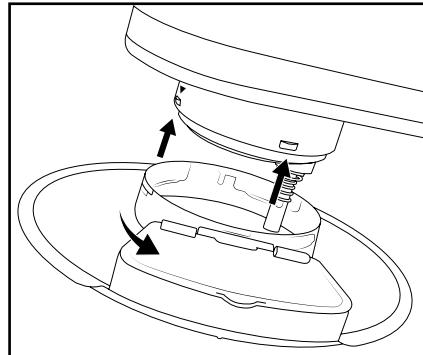

Abb.1
- 1) Drücken Sie den Entriegelungshebel ② nach oben und bringen Sie den Schwenkarm ① in die höchste Position.
- 2) Montieren Sie den Deckel ⑨ am Schwenkarm ①:
- Setzen Sie den Deckel ⑨ so auf, dass der Pfeil ▼ am Schwenkarm ① auf die Mitte des Pfeils ←→ am Deckel ⑨ weist (Abb.1). Die Einfüllhilfe ⑧ zeigt dabei zur Vorderseite des Geräts.
- Drehen Sie den Deckel ⑨ gegen den Uhrzeigersinn (Richtung 🔒), bis er fest sitzt.